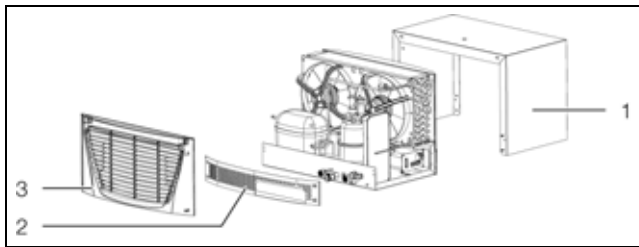

Рис. 40: Подготовка подключения к ПЛК (3318.600, 3318.610 и 3319.600, 3319.610)
- Демонтируйте решетку (рис. 40, поз. 3) с задней стороны чиллера.
- Демонтируйте среднюю панель (рис. 40, поз. 2) и корпус (рис. 40, поз. 1).